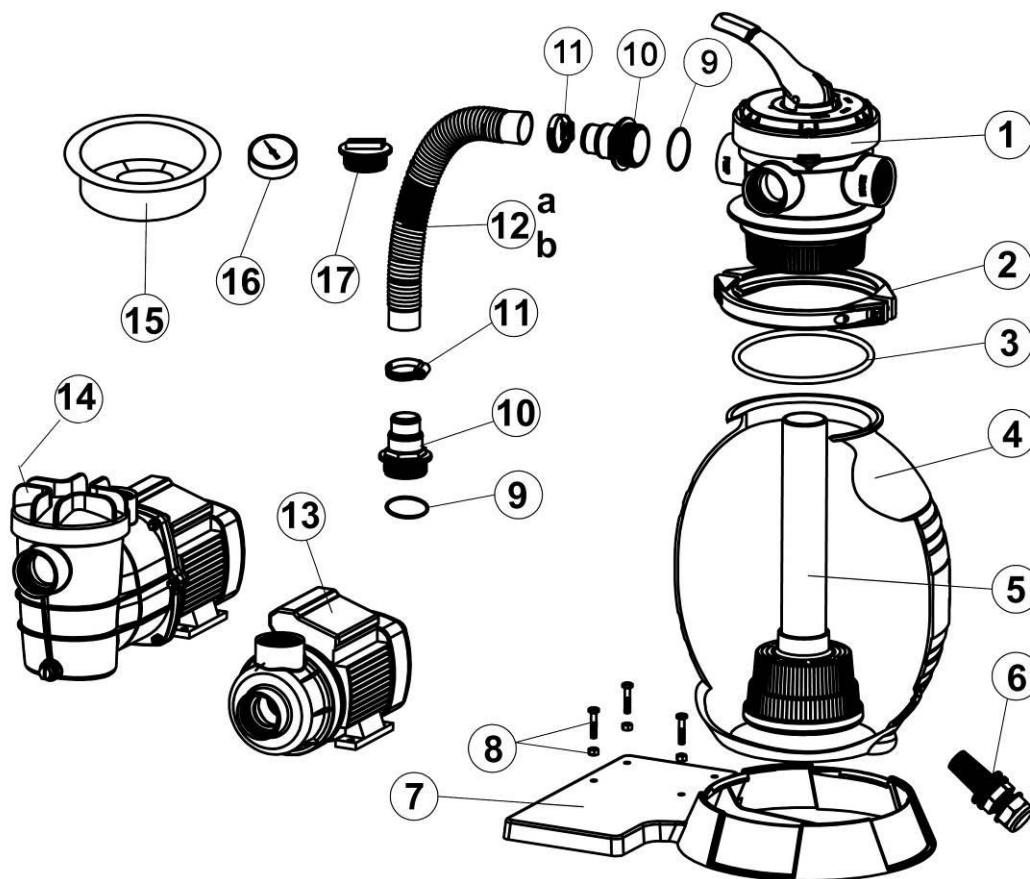

Abb. 9
Die unten stehenden Zahlen beziehen sich auf die Explosionszeichnungen Abb. 9/10/11/12 im Abschnitt 11.
Der Filterkorb (Abb. 9 / Nr. 5) im Poolfilterbehälter und der Vorfilter in der Pumpe (Abb. 12 / Nr. 22) des SPF 250 F und 370 F sollte in regelmäßigen Abständen kontrolliert und gereinigt werden.
1. Entfernen Sie das 4-Wege-Ventil (Abb. 9 / Nr. 1).
3. Heben Sie nach Entfernen des Sandinhaltes den Filterkorb mit Ausströmrohr (Abb. 9 / Nr. 5) heraus.
5. Die Montage erfolgt in umgekehrter Reihenfolge. Überprüfen Sie die Dichtung des 4-Wege-Ventil (Abb. 9 / Nr. 3).
7. Setzen Sie den Filterkorb mit Ausströmrohr (Abb. 9 / Nr. 5) wieder ein.